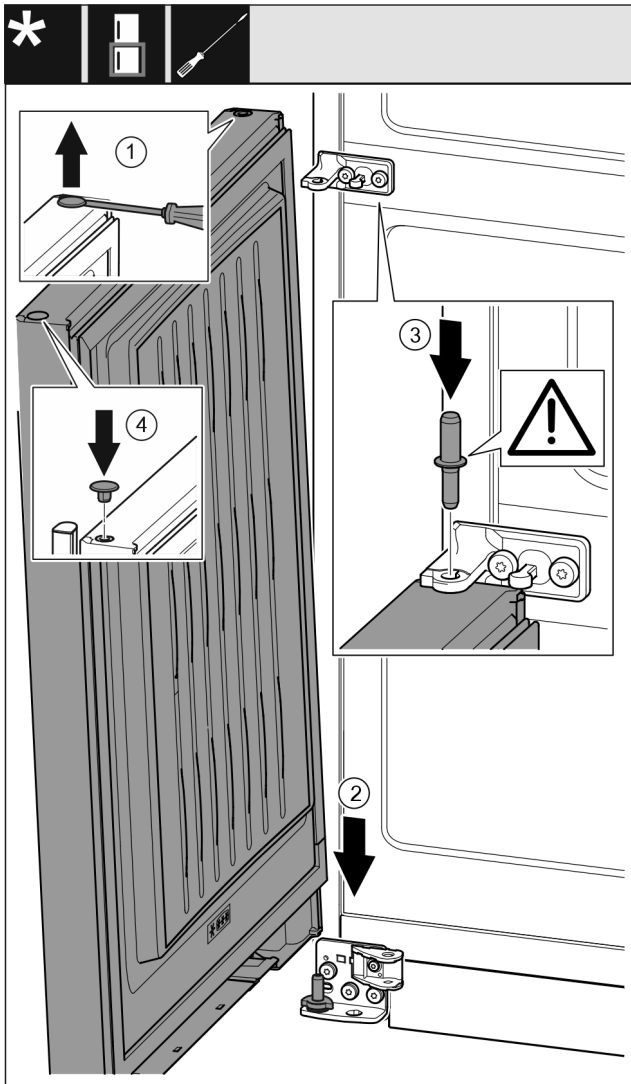

Fig. 39
- ▶ Soulever et retirer avec précaution les caches Fig. 39 (1) avec un tournevis plat.
- ▶ Placer la porte Fig. 39 (2) depuis le haut sur l'axe de palier inférieur.
- ▶ Insérer l'axe de palier central Fig. 39 (3) dans le support de palier central de la porte inférieure. Veiller à ce que l'ergot soit orienté vers l'arrière.
- ▶ Replacer les caches Fig. 39 (4) de l'autre côté de la porte.